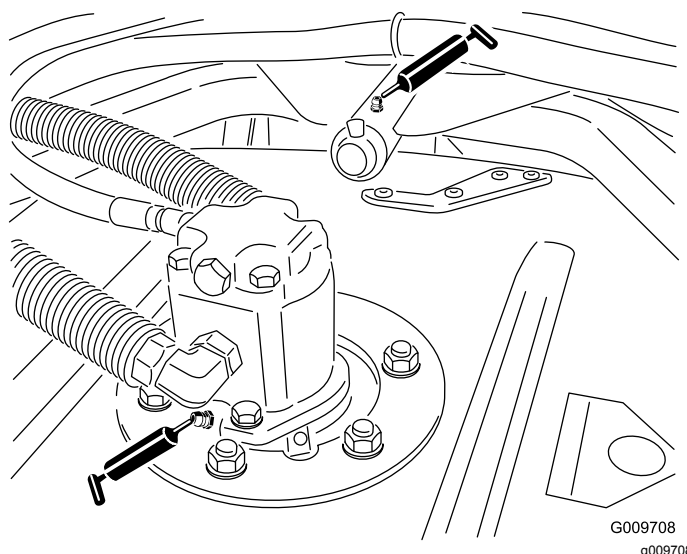

図 23
- カッティングユニットのスピンドルシャフトのベアリング 各カッティングユニットに1ヶ所 図 23
- カッティングユニットのキャリアアームのブッシュ 各カッティングユニットに1ヶ所 図 23